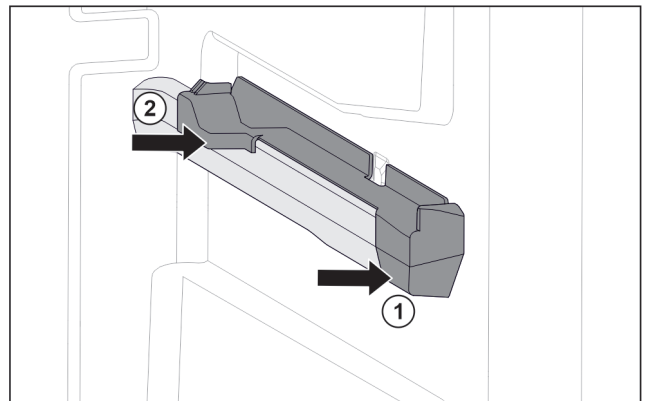

Fig. 119 Element nasadzany na prawym żebrze pojemnika
- ▶ Umieścić element nasadzany z przodu na żebrze pojemnika. Fig. 119 (1)
- ▶ Docisnąć element nasadzany z tyłu. Fig. 119 (2)